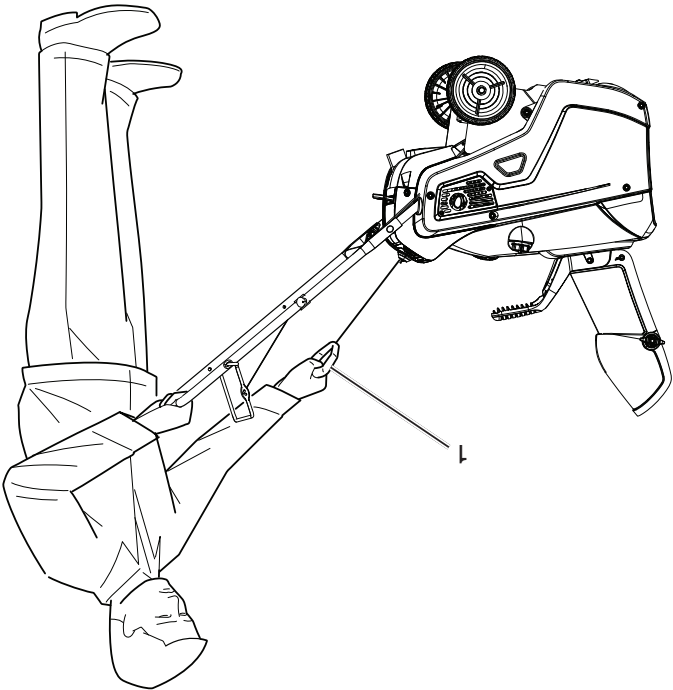

Figure 14
4. Brancher une rallonge à la soufflante à neige et connecter l'autre extrémité dans une prise à trois branches de 120 VCA; appuyer sur le bouton-poussoir du démarreur électrique (Figure 13) ou tirer sur la poignée du lanceur (Figure 14).